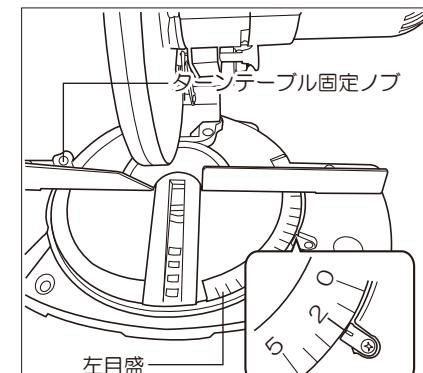

図26
- ・傾斜角度45度の切斷では、テーブルの角度を左目盛り2度(約)の位置に合わせて固定してください。(図26参照)